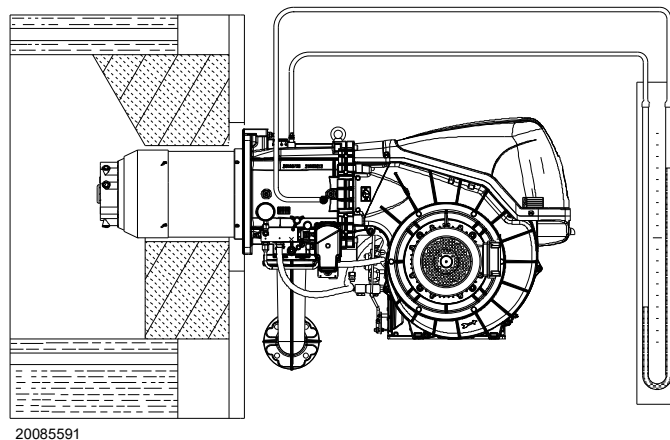

Рис. 30
- Соедините U-образный манометр или дифференциальный манометр (Рис. 30) со штуцером (+) замера давления газа на патрубке, а (-) с камерой сгорания. Служит для получения приблизительной МАКС. мощности горелки через Табл. L.
Поступление газа на патрубок определяется по U-образному манометру (Рис. 30).
Приблизительное значение можно получить из Табл. L на стр. 25. Для этого достаточно считать давление газа на U-образном манометре (см. Рис. 30 на стр. 31) и следовать указаниям.